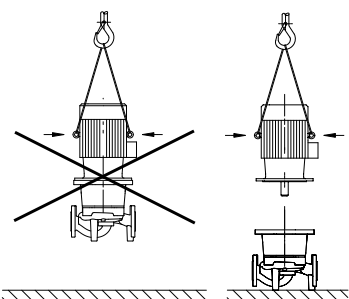

Fig. 5: Fixar o motor
- Os olhais de transporte no motor só servem para o transporte do mesmo e não para toda a bomba (Fig. 5).